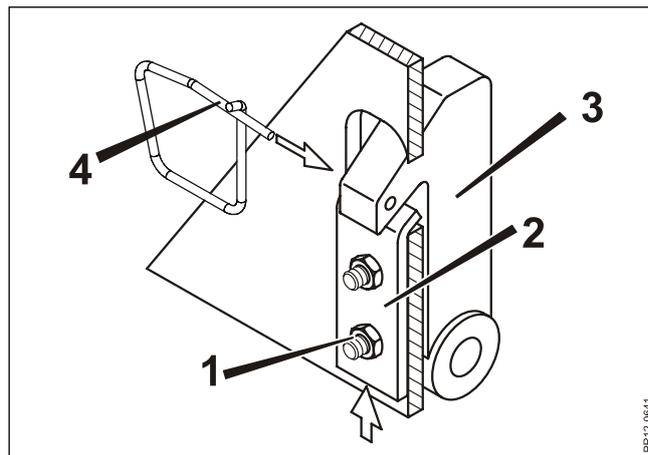

Fig. 2-4
**Fig. 2-4** Wenn der Spielraum zwischen der Sperrklinke und der Klinke des Schleppers zu groß ist, kann die Maschine während Arbeit oder Transport vom Schlepper abspringen.